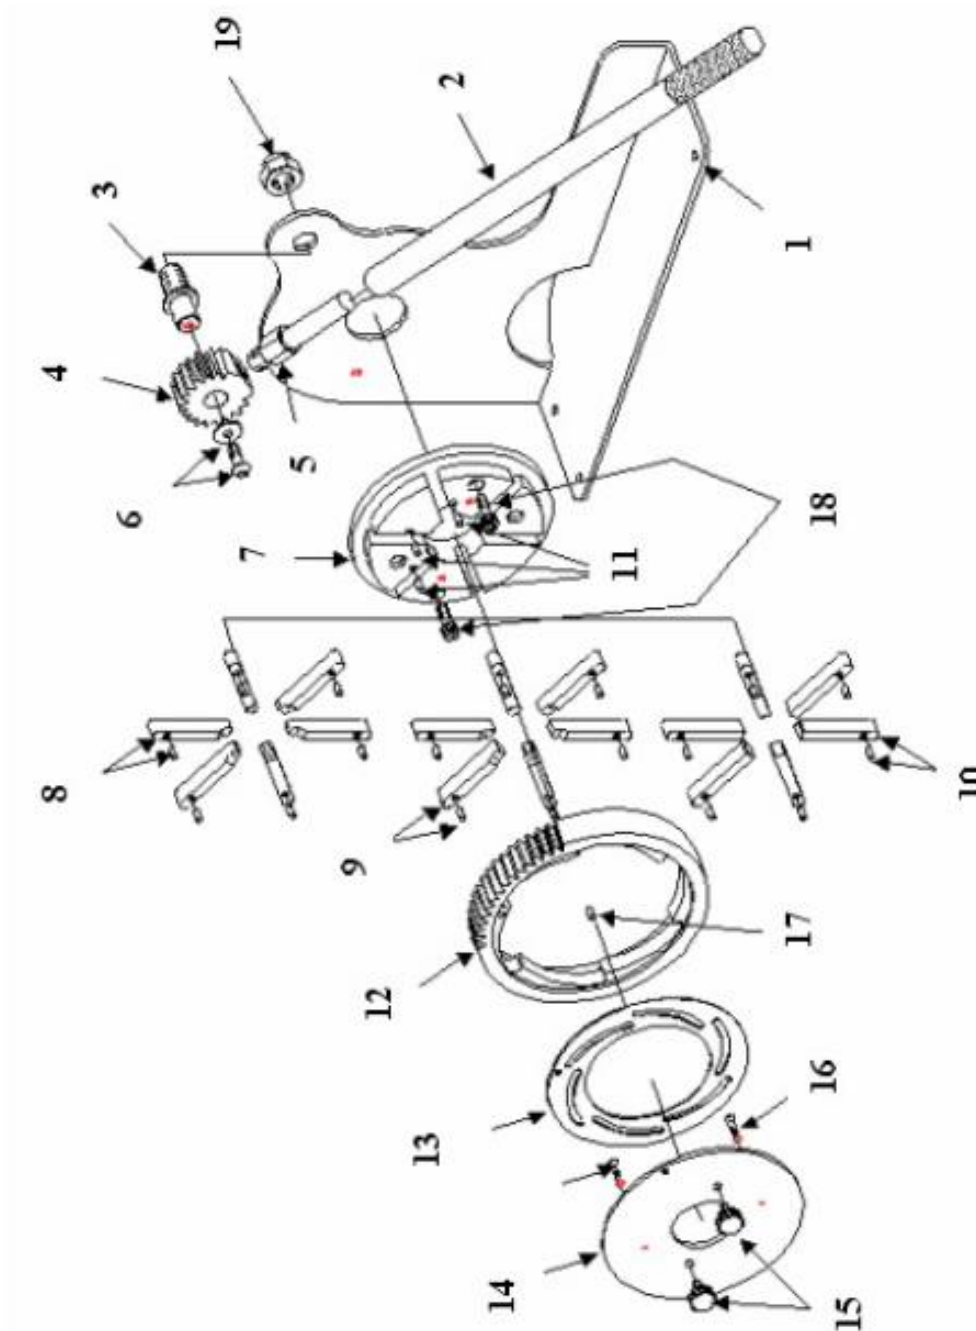

Рисунок 1
2. Открутите болты с рельефной головкой (рис.1, поз.1), снимите фланец и фиксирующий диск (рис.1, поз.2) и извлеките кулачки.
5. Соедините болты на кулачках с фиксирующим диском, так чтобы отверстие совпало со штырьком на фиксирующем кольце. (рис.1, поз.3); 8 штырьков на кулачках автоматически зафиксируются в пазы фиксирующего диска. (рис.2, поз.2)
6. Надежно зафиксируйте механизм, закрутив болты с рельефной головкой (рис.1, поз.1)